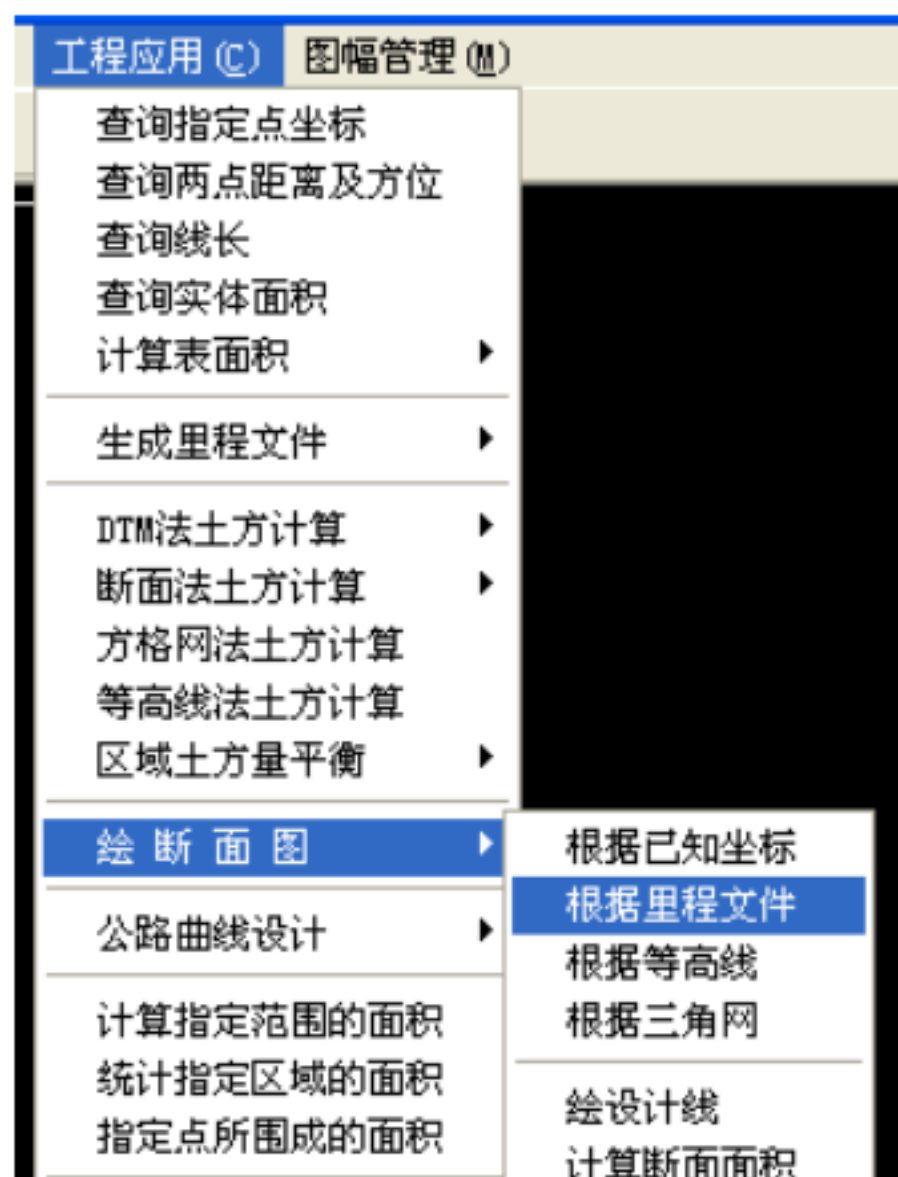

图 16 使用根据里程文件命令绘制横断面图
1) 首先点击“工程应用”下拉菜单中“绘断面图”，选择“根据里程文件”命令，绘制断面图，如下图 16